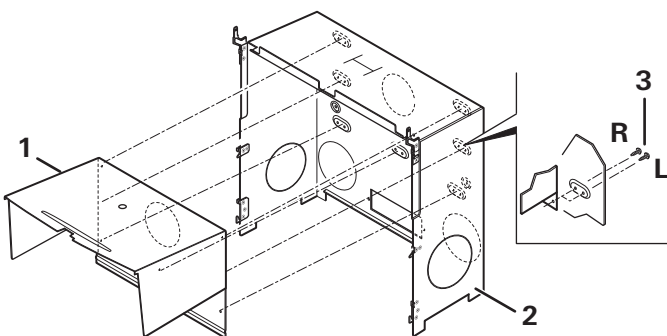

Abb. 12
- **S 5004:** Einbaukasten-Innenteil (Abb. 12-1) mit 7 Blechschrauben 3,5 x 9,5 mm (Abb. 12-3) am Einbaukasten-Außenteil (Abb. 12-2) befestigen. Dabei den Rechts- (Abb. 12-R) bzw. Linkseinbau (Abb. 12-L) der S-Heizung beachten.